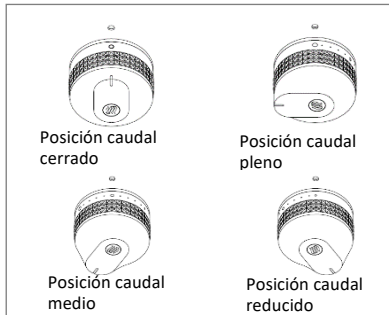

Imagen 2: Ajuste de la palanca de control
6. A continuación regule según desee la altura de la llama girando la o las palancas de control de caudal pleno (círculo grande) o caudal reducido (círculo pequeño) (consulte la imagen 2)
7. Para apagar, lleve la o las palancas de control al símbolo de cierre (O) y cierre el grifo de la botella de gas.